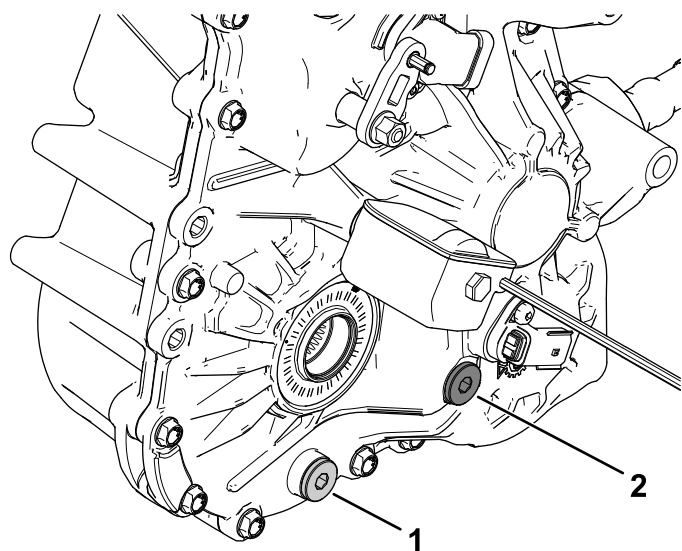

Figura 79
4. Togliete il tappo di riempimento sul transaxle (Figura 79).
5. Se il livello del fluido è basso, togliete il tappo di riempimento e aggiungete il fluido specificato finché non fuoriesce (Figura 79).
1. Allineate una bacinella di spurgo sotto il tappo di spurgo (Figura 79).
2. Togliete il tappo di riempimento (Figura 79).
3. Rimuovete il tappo di spurgo e lasciate che il fluido venga spurgato completamente (Figura 79).